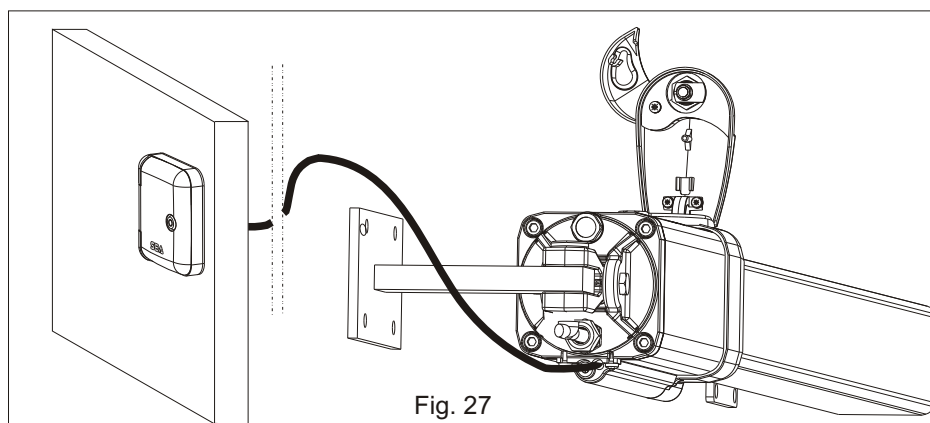

Fig. 27
**ATTENTION:** Il faut exécuter le montage du déverrouillage extérieur comme indiqué dans les fig. 27 et 28. Pour plusieurs détails faire référence aux instructions de montage dans le "Kit Montage Déverrouillage Extérieur" pour Half Tank.